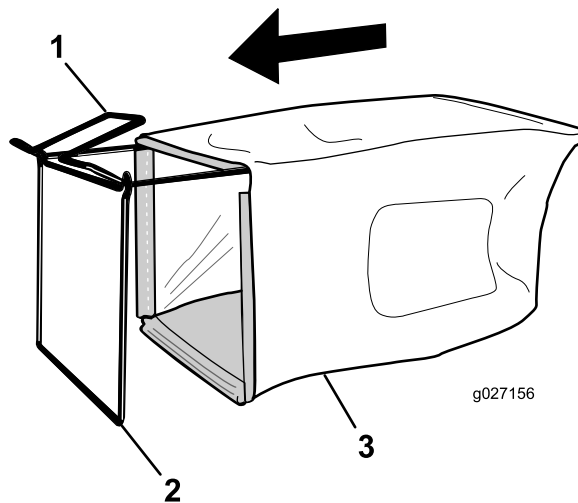

Figura 6
1. Infilate il cesto di raccolta sopra il telaio come illustrato in Figura 6.
Nota: Non infilate il cesto sopra la stegola (Figura 6).